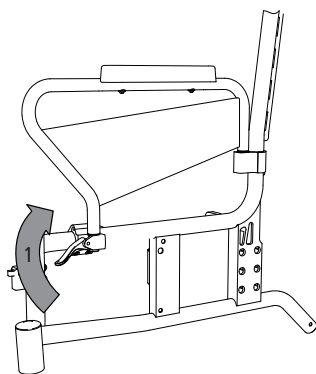

Abb. 10
1. Lösen Sie hierzu zunächst den Verriegelungshebel der vorderen Klemmschelle (1, Abb. 10).